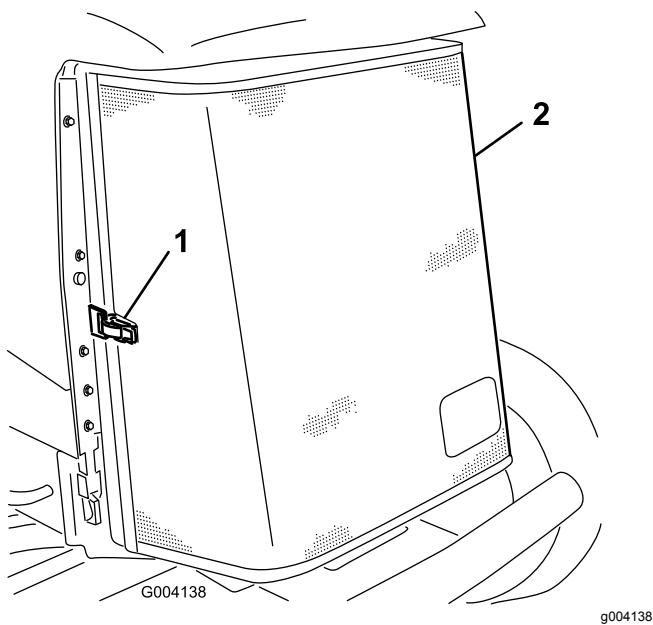

Figura 65
3. Desenganche y abra la rejilla trasera (Figura 65).